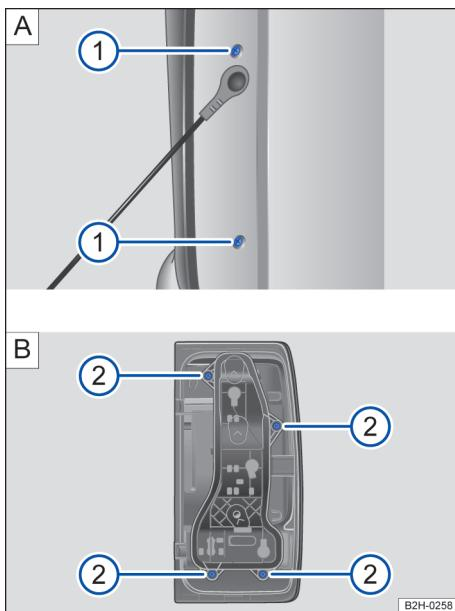

Fig. 149 A: lateralmente no compartimento de carga: remover a lanterna traseira. B: soltar o suporte da lâmpada.
→ Fig. 149 e → Fig. 150
- ① Observar e executar a lista de controle → Página 202.
- ② Abrir a tampa do compartimento de carga → Página 68.
- ③ Remover dois parafusos de cabeça philips/Torx com a chave de fenda da ferramenta de bordo → Fig. 149 ① [A].
- ④ Pressionar a lanterna traseira para fora e retirá-la cuidadosamente da carroceria puxando-a para trás.
- ⑤ Desbloquear o conector, puxá-lo para fora e colocar a lanterna traseira sobre uma superfície limpa e lisa.
- ⑥ Desrosquear quatro parafusos de cabeça philips com a chave de fenda da ferramenta de bordo → Fig. 149 ② [B].
- ⑦ Retirar o suporte da lâmpada da lanterna traseira.
- ⑧ Substituir a lâmpada incandescente queimada por uma lâmpada incandescente nova do mesmo modelo.
- ⑨ Encaixar o suporte da lâmpada na lanterna traseira e rosquear firmemente.
- ⑩ Segurar a lanterna traseira na posição de instalação com uma das mãos e apertar os parafusos de fixação com a outra mão → Fig. 149 ② [B].
- ⑪ Encaixar o conector no suporte da lâmpada e colocar cuidadosamente a lanterna traseira na carroceria.
- ⑫ Controlar a instalação correta e o assentamento firme da lanterna traseira.
- ⑬ Apertar dois parafusos de cabeça philips/Torx com a chave de fenda da ferramenta de bordo → Fig. 149 ① [A].